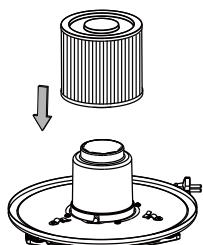

Fig. 1
- Montera filterpatronen med den plana änden av filtret mot asksugarens drivenhet. Tryck försiktigt på filtret tills det sitter jämnt och bildar en tät förslutning (Fig. 1).